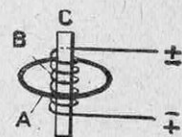

FIG. 5. PRINCIPES DES FOURS A INDUCTION
Dans la maçonnerie du four est ménagée une rigole A, où l'on charge les morceaux du métal à fondre ; on recouvre ensuite la rigole d'une série de briques formant voûte. Le barreau C de la figure 5 est remplacé par un cadre B en acier doux, dont l'action est plus efficace.
Le principe des fours à induction est extrêmement simple (fig. 5). Une bobine B, dite inductrice ou bobine primaire, comportant un grand nombre de tours de fil conducteur, 300 par exemple, reçoit du courant alternatif d'intensité relativement faible et sous haute tension, 3.000 volts par exemple. Un anneau de métal A entoure la bobine B ; il sera le siège de courants induits (1) et fournira ainsi un circuit fermé sur lui-même